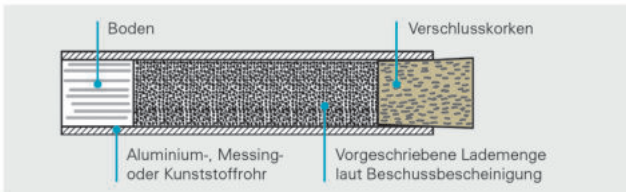

Abb. 23: Dosierung der Pulvermenge für einen Schuss (abgepackte Einzelladung)
- Die vorgeschriebenen Pulverladungen sind abzuwiegen oder mit einem Messbecher entsprechend den Angaben in der Beschussbescheinigung als abgepackte Einzelladungen vor dem Schießen abzufüllen (s. Abb. 23, S. 16). Aus Sicherheitsgründen hat dies möglichst bereits zu Hause, in einem geschlossenen Raum, zu erfolgen. Während dieser Tätigkeit sind der Aufenthalt unbefugter Personen, offenes Licht und Feuer sowie das Rauchen in diesem Raum verboten.
**Hinweis:** Nach den gefahrgutrechtlichen Vorschriften darf max. 3 kg Böllerpulver (NEM) – außerhalb des Originalgebindes – als abgepackte Einzelladungen (s. Abb. 23, S. 16) befördert werden.